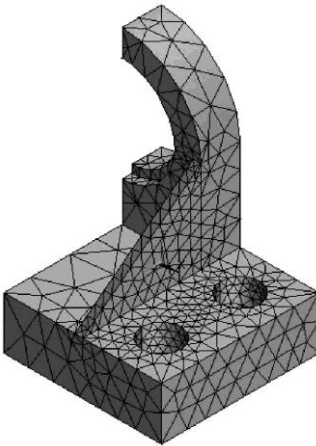

Рисунок 4.1 – Результат розбивання опори вала вільною сіткою кінцевих елементів
6. Збережіть модель (рис.4.1) з вільною сіткою кінцевих елементів (її буде використано в самостійній роботі 5.1 наступного практичного заняття):